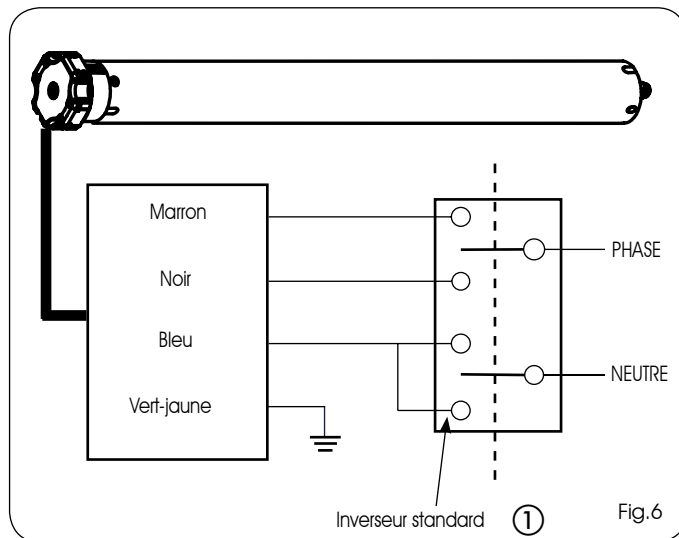

Fig.6
- 1) Connecter les fils en provenance du moteur à un inverseur standard d'après le schéma de la figure 6.
- 2) Connecter l'inverseur à la ligne d'après la figure 6.
5) Si le sens de rotation est erroné, couper le courant, échanger (Fig.6 réf. ①) le fil noir et le fil marron sur l'inverseur et en vérifier le fonctionnement.